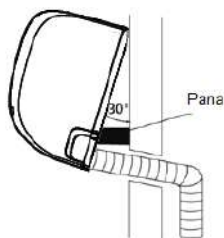

Fig. 3.11
2. Folositi o bratară sau o pana pentru a sustine unitatea, lasand suficient spatiu pentru conectarea tevii de agent frigorific, a cablului de semnal si a furtunului de evacuare. Consultati Fig. 3.11.